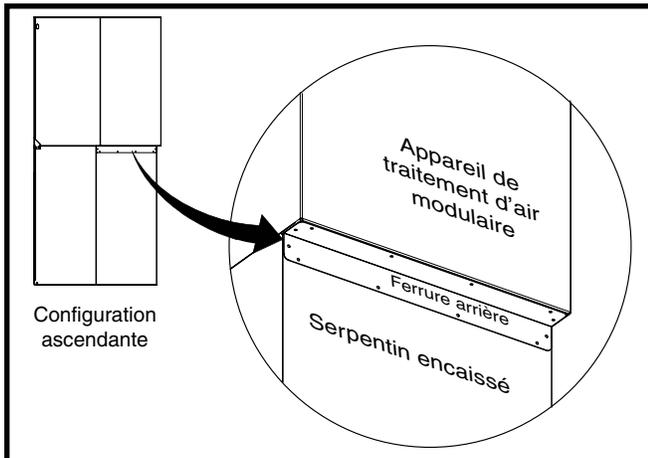

Figure 2. Installation de la ferrure arrière (installation ascendante seulement)
2. Placez délicatement l'appareil de traitement d'air modulaire sur le serpentin encaissé en vous assurant de ne pas endommager les brides du serpentin encaissé. Les appareils seront à égalité sur le devant, avec un débordement à l'arrière tel que montré à la Figure 2 \(page 7\).